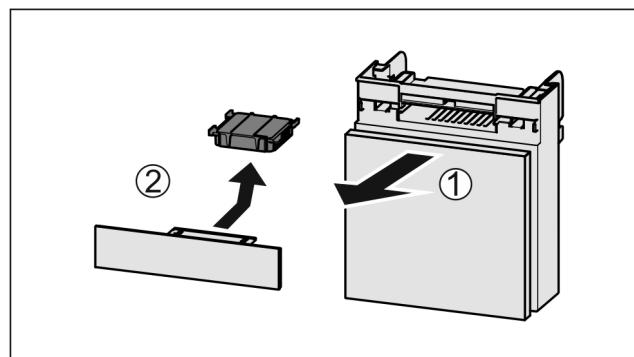

Fig. 51
- Вытянуть Fig. 51 (1) отделение движением вперед.
- Извлечение Fig. 51 (2) фильтра с активированным углем.